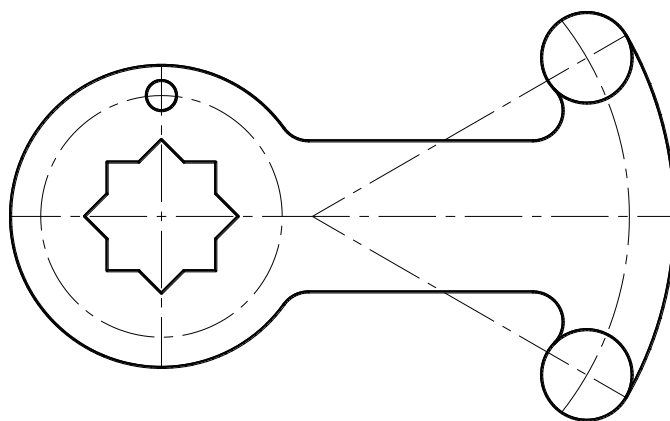

Рис. 3.8
15. Выполните сопряжение $R 10$ мм, используя команду «Сопряжение», затем поменять слой «Осевые» на «Основные», согласно рис. 3.8.
16. Поменяйте слой «Осевые» на «Основные», согласно рис. 3.8.
17. Вычертить окружность $\varnothing 10$ мм (слой «Основные») и в ней вертикальную осевую линию (рис.3.8).